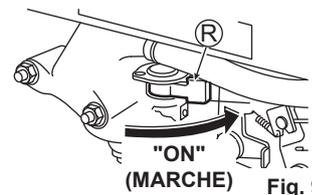

Fig. 9
2. Placez le robinet de carburant (R) sur la position "ON" (MARCHE). (Voir Fig. 9)